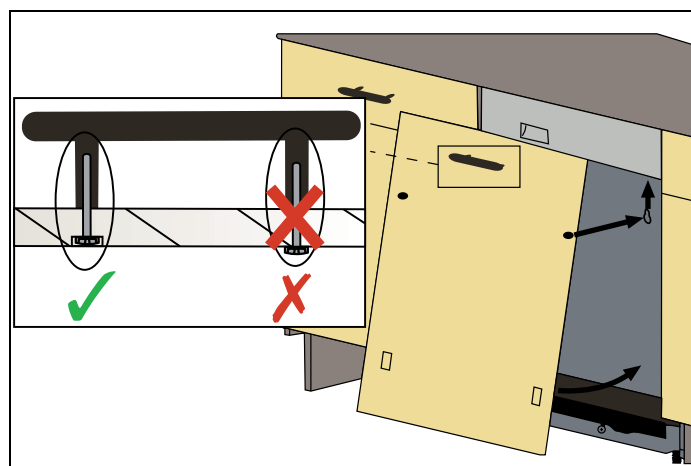

Fig. 26
- 5) Antes de montar la puerta de madera en el lavavajillas, monte el tirador en la puerta de madera como en Fig. 26 .